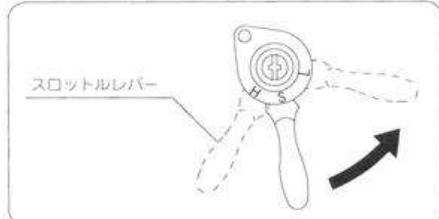

図13
- ② スロットルレバーを【L】(低速)位置にします。(図13)